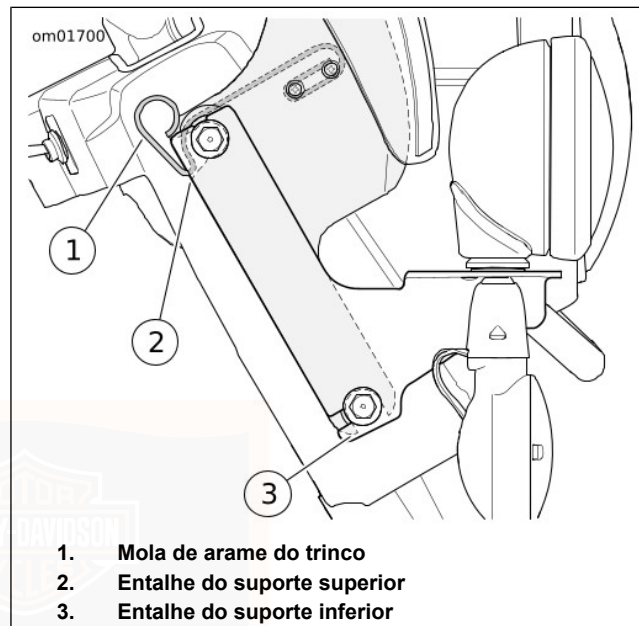

Figura 46. Para-brisas: FLHR/FLHRC
1. Ver Figura 46. Levantar as molas de arame do trinco de ambos os lados do suporte do para-brisas.
1. Ver Figura 46. Apoiar a parte inferior do suporte do para-brisas com firmeza para encaixar os buçins inferiores.